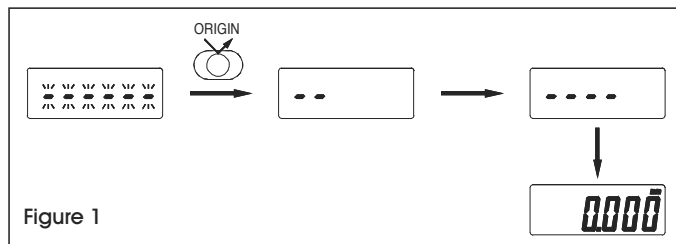

Figure 1
**IMPORTANT! Une fois la pile installée, appuyez d'abord sur le bouton ORIGIN (origine) pour réinitialiser le micromètre, mais évitez de faire tourner le tambour au moment du réglage des valeurs prédéfinies. (Voir Figure 1)**
**IMPORTANT!** Une fois la pile installée, appuyez d'abord sur le bouton **ORIGIN**, mais évitez de faire tourner le tambour au moment du réglage des valeurs prédéfinies. (Voir Figure 1) Si le tambour tourne à ce moment précis, les réglages par défaut pourraient ne pas être effectués. Réinstallez la pile si vous avez déplacé le tambour au cours de cette étape.